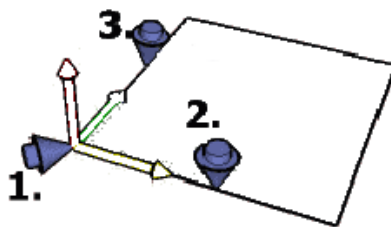

图 2-3
(1) 如图 2-3 所示，在静止的传送带上选定基准点 1，点动机器人使 TCP 与点 1 重合，点击【示教】进入下一步；
(2) 开启传送带运行一段距离后停止传送带，此时基准点在位置 2 处，点动机器人使 TCP 与点 2 重合，点击【示教】进入下一步；
(3) 在传送带平面内选择基准点 3，点动机器人使 TCP 与点 3 重合，点击【示教】进入下一步；
(4) 点击【确认】，完成标定。